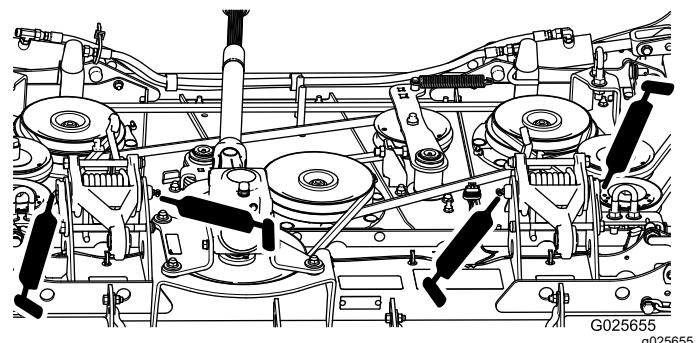

Figura 16
- Brazos de acoplamiento de la carcasa (5) (Figura 16)